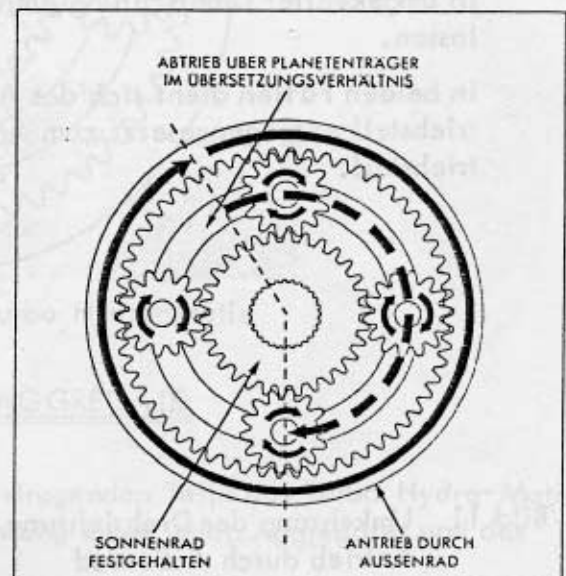

Bild 8 Einfache Übersetzung
1. Einfache Übersetzung (Bild 8)